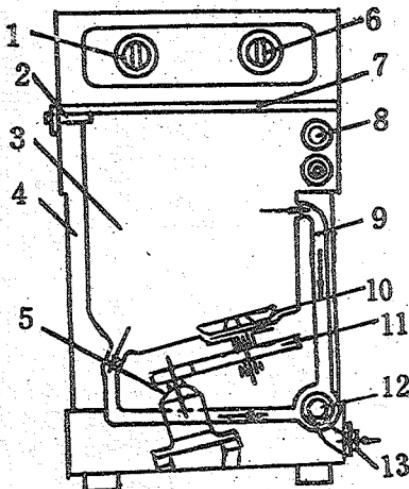

图 2
2. 普通波轮式：如图 2 所示，在洗涤桶下方有一个硬塑料制成的波轮，与水平面的倾角为 $10^{\circ} \sim 15^{\circ}$ ，转速一般 $300 \sim 700$ 转/分。